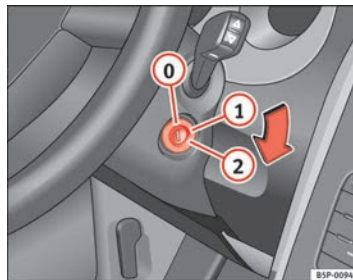

Abb. 137 Stellungen des Zündschlüssels
In dieser Stellung ⇒ Abb. 137 sind die Zündung und der Motor ausgeschaltet und die Lenkung kann gesperrt werden.
- Drehen Sie den Zündschlüssel in Stellung ⇒ Seite 174, Abb. 137 . Beim Vorglühen des Motors leuchtet die Kontrollleuchte  auf.
- Drehen Sie den Zündschlüssel in Stellung ⇒ Seite 174, Abb. 137 .